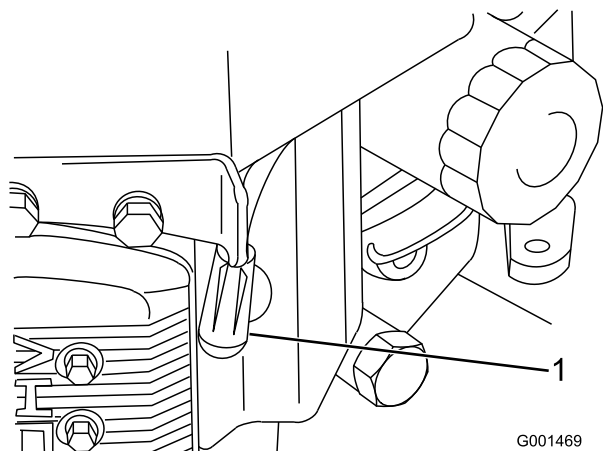

Figure 24
3. Débranchez les bougies (Figure 24).